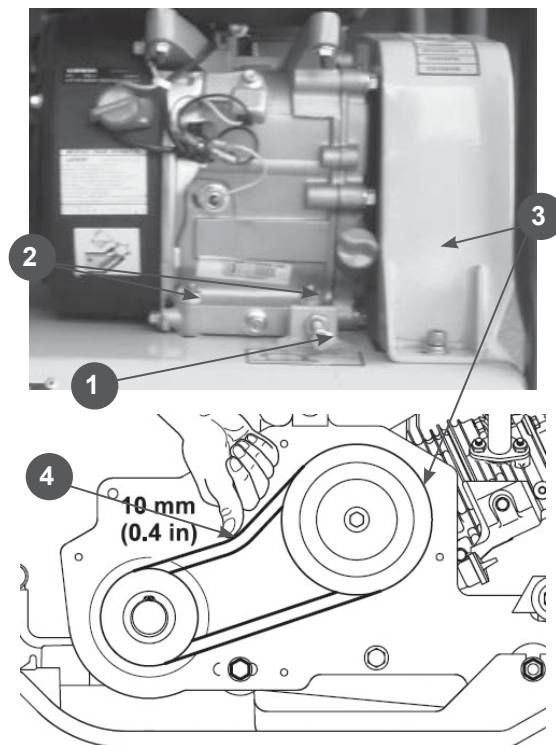

Рис.15
1. Снимите защитный кожух ремня (3) Рис.15
2. Ослабьте болты крепления двигателя (2) Рис.15. Четыре болта, по два на каждую сторону.
3. Ослабьте контргайку и болтом (1) отрегулируйте натяжение ремня.
4. При нажатии на ремень сверху (4) Рис.15, максимальный прогиб не должен превышать 10 мм.
5. После регулировки затяните контргайку болта натяжения ремня (1).